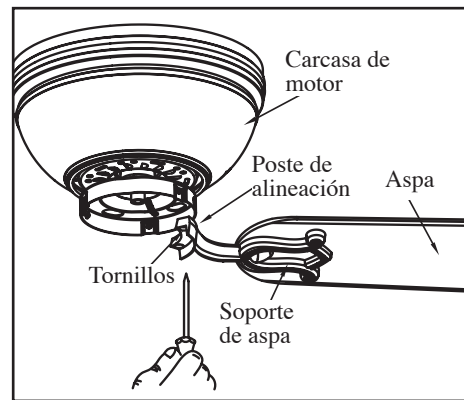

Figura 10
3. Ajusta el brazo del aspa al motor insertando los postes de alineación dentro de la ranura de la parte inferior del motor y aprieta los tornillos del motor. Por favor, ten en cuenta que los tornillos del motor están en los soportes del aspa (Figura 10).